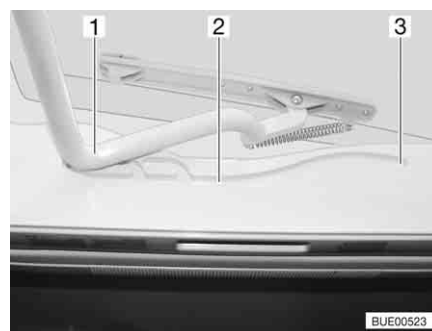

Fig. 90 Claraboya Heki, guía
- Tirar la horquilla (Fig. 90,1) en las guías (Fig. 90,2) hasta la posición trasera final (Fig. 90,3).
- Empujar el estribo (Fig. 90,1) ligeramente hacia arriba con ambas manos.
- Tirar el estribo en las guías (Fig. 90,2) hasta la posición deseada.